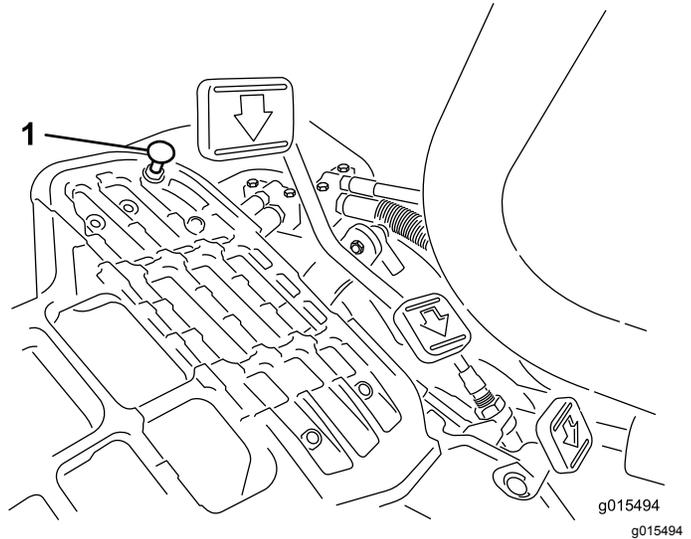

图34
要获得最大行驶速度请将功能控制杆放在行驶位置并踩下驱动踏板。如果在拉线感到张紧力之前踏板接触到限位器图 34 请执行以下调节程序
1. 将功能控制杆放在行驶位置松开将踏板限位器固定至底板上的锁紧螺母图 34。